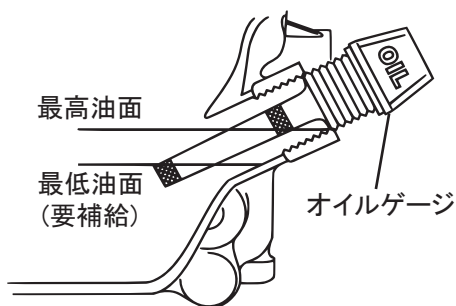

図 1
- エンジンを水平にして、オイルを点検してください。不足している場合は補充してください。(図1) エンジンオイルは下記のタイプをご使用ください。